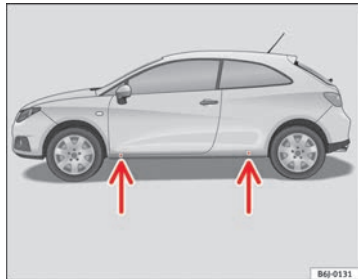

Abb. 139 Aufnahme-
- Suchen Sie den Aufnahmepunkt am Unterholm, der dem zu wechselnden Rad am nächsten liegt ⇒ **Abb. 139**.
Am Unterholm kennzeichnen jeweils vorn und hinten Eindrückungen die Stellen, an denen der Wagenheber angesetzt werden darf ⇒ **Abb. 139**. Es gibt für jedes Rad genau eine Stelle. An anderen Stellen darf der Wagenheber nicht angesetzt werden.